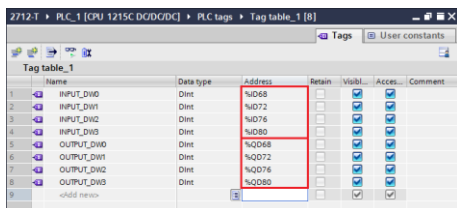

Figura 112 – Tabela de tags do CLP
2. Crie os tags respeitando seus respectivos “Data type” e “Address” conforme **Figura 112**. Note que os endereços devem ser respeitados na ordem que foram criados no mapeamento da área de dados. Se alterar o endereçamento “I address” ou “Q address”, deverá também ser alterados na criação dos tags;